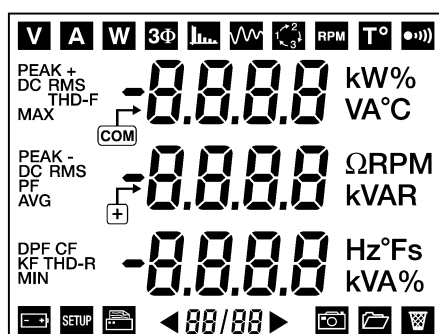

Figura 64: La primera pantalla con puesta en marcha.
- Al visualizar la primera pantalla (visualización de los 172 segmentos ver la Figura 64, página 27), pulsar y mantener pulsada la tecla amarilla () hasta la señal acústica.